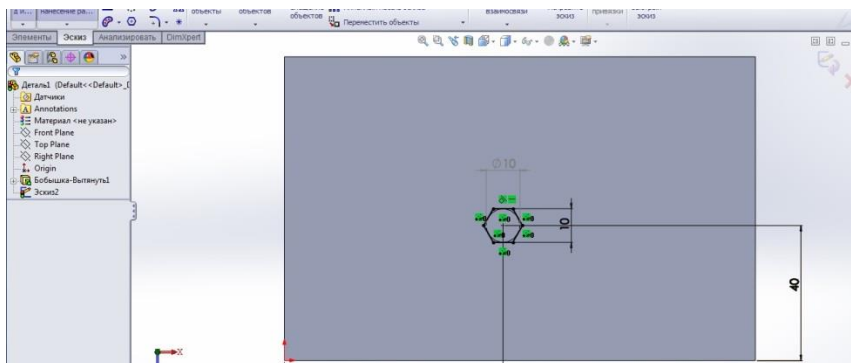
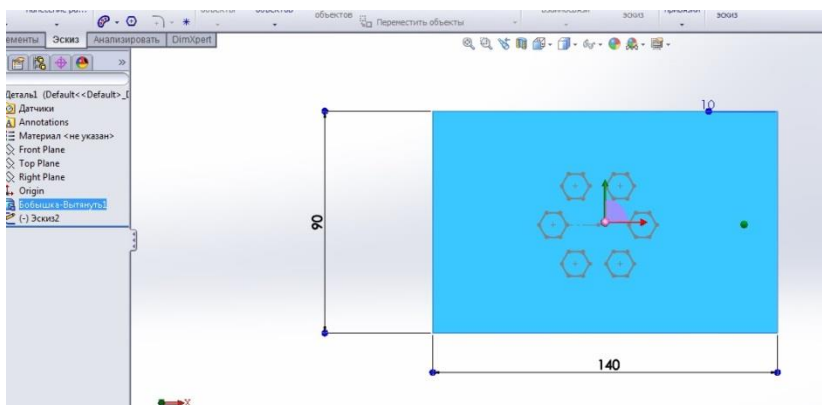

Рис. 5.5
Рис. 5.6
- **Круговий масив.** Треба вищезгаданим способом створити вихідний елемент майбутнього масиву, наприклад, шестикутник (рис. 5.5). У Менеджері властивостей треба вказати необхідні параметри кругового масиву: діаметр масиву, прив'язку точок масиву, число елементів масиву, кути меж кругового масиву. Результат наведено на рис. 5.6.